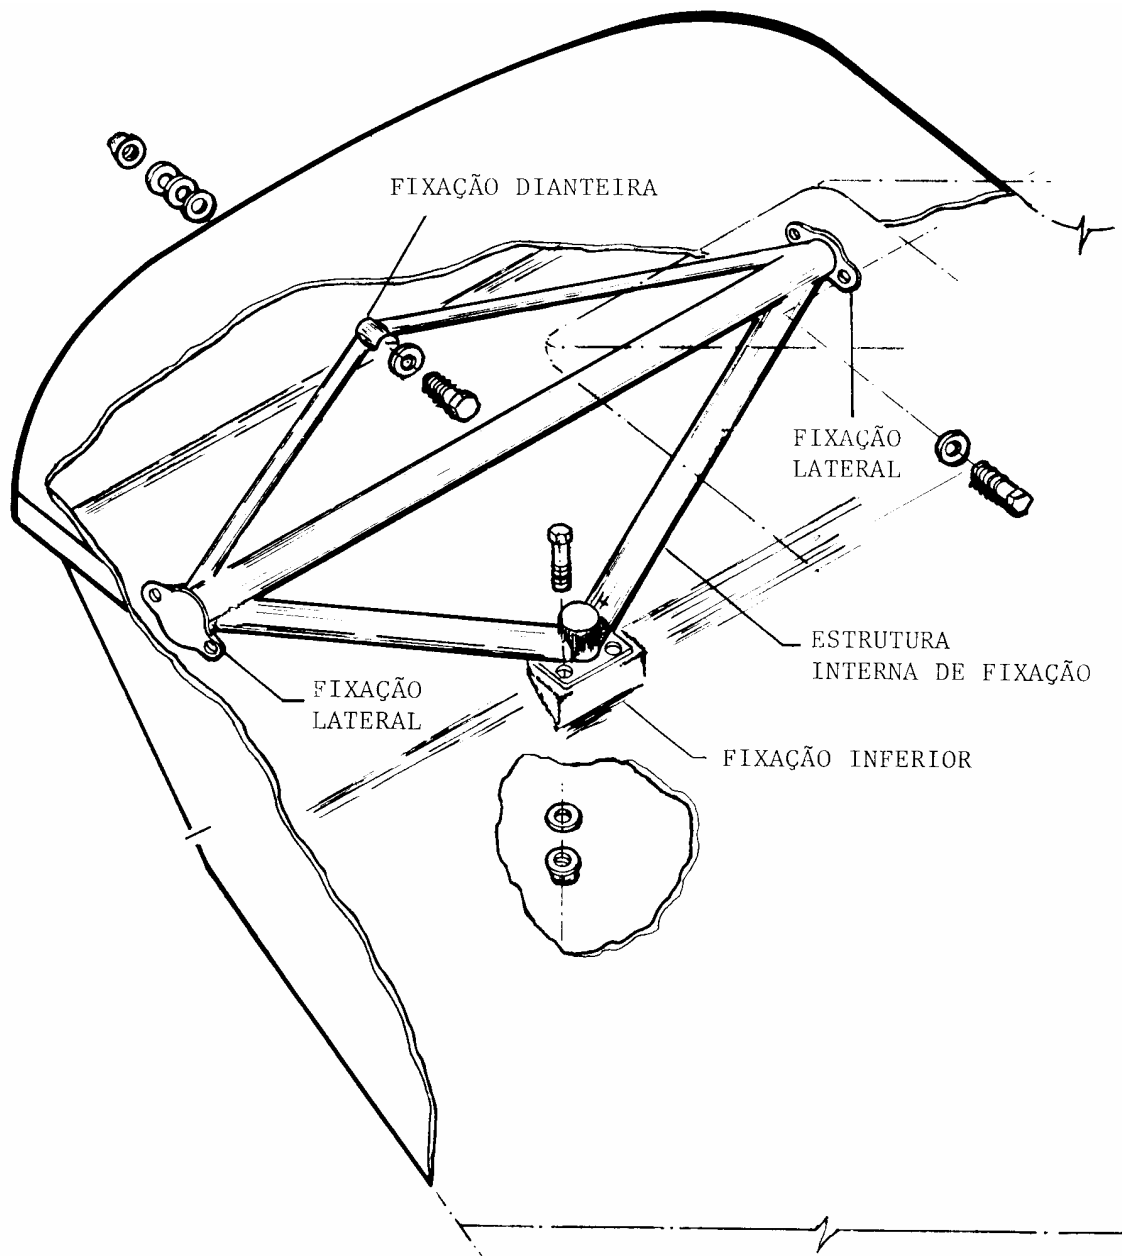

Figura 110-7. Instalação da Parte Dianteira do Hooper
- h. Remova a estrutura interna do hooper, (veja figura 110-7) conforme segue: